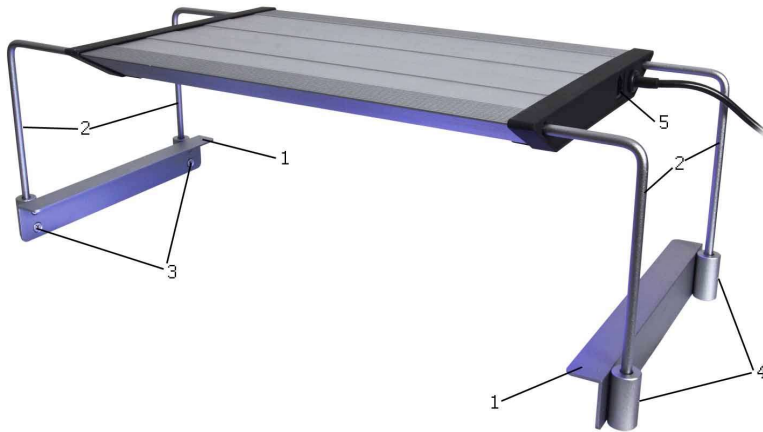

Abb. 2: aquarius plus mit Aquarienbefestigung
- Aquarienbefestigung (siehe Abb. 2)
Die Haltewinkel (Abb. 2, Nr. 2) werden in die Führungsschienen der **aquarius plus** geschoben. Danach stellt man die gewünschte Höhe mit Hilfe der Inbusschrauben in den seitlichen Führungen (Abb. 2, Nr. 4) der Halteprofile ein. Ein Inbusschlüssel zum Feststellen ist im Lieferumfang enthalten. Die Profile (Abb. 2, Nr. 1) werden auf die Seitenscheiben des Aquariums gesetzt. Den erforderlichen Abstand erreicht man durch Verschieben der Haltewinkel in den Führungsschienen der **aquarius plus**.